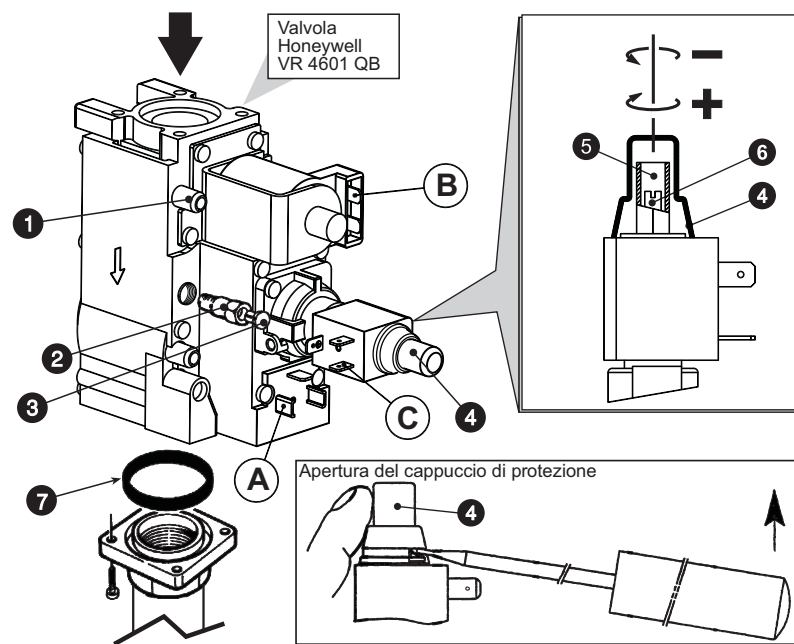

fig. 8 -
Регулировка давления выполняется при работающем котле с помощью соответствующего регулятора, имеющегося на однокаскадных газовых клапанах (см. fig. 8).
3. Раскрутите защитный колпачок регулятора давления 4 на fig. 8.
1. Медленно поверните по часовой стрелке рукоятку регулировочного термостата до 1-го щелчка; газовый клапан будет запитан только на соединения А и В (см. fig. 8).
2. Воздействуя на винт 6 fig. 8 привести давление в соответствие со значениями из таблицы технических данных в параграфе 4.3.
1. Поверните ручку регулировочного термостата на максимальное значение; теперь газовый клапан будет запитан на соединения А, В и С (см. fig. 8).
2. Воздействуя на винт 5 fig. 8 привести давление в соответствие со значениями из таблицы технических данных в параграфе 4.3.
2. Снимите с газового клапана маленький колпачок 3 ( fig. 8), установите на клапан регулятор "STEP" зажигания 2, находящийся в комплекте переналадки, и наденьте на него колпачок 3
Осуществляется выполнением описанных выше операций, сняв регулятор зажигания "STEP" 2 на fig. 8 с газового клапана; колпачок 3 fig. 8 должен устанавливаться непосредственно на клапан.